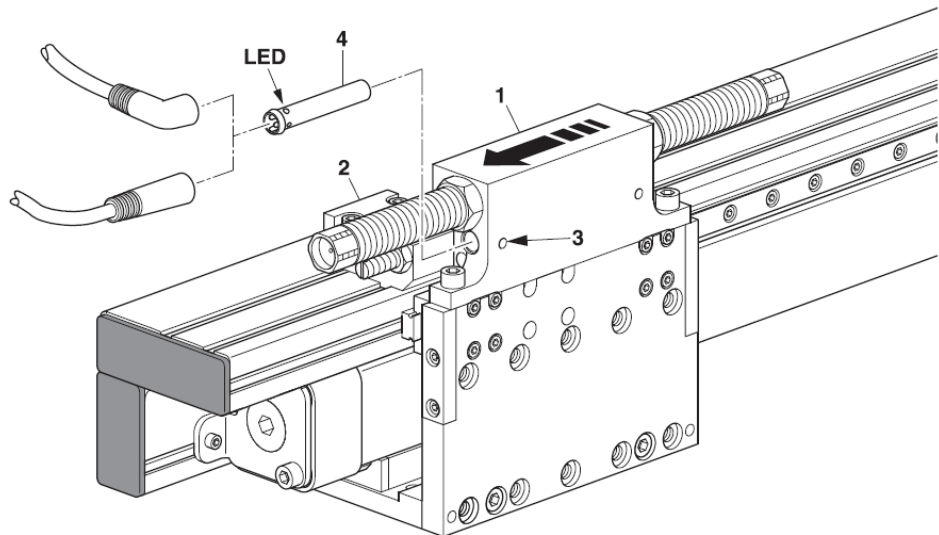

Abb. 36 Einbau Initiator D 6,5 mm in PMP / PMP-c Version 02
1. Schlitten (Abb. 36, 1) in Endlage (Abb. 36, 2) bringen
2. Schraube (Abb. 36, 3) lösen
3. Initiator (Abb. 36, 4) so weit in die Büchse hineinschieben, bis er aktiviert wird (LED).
4. Schraube (Abb. 36, 3) wieder festziehen.